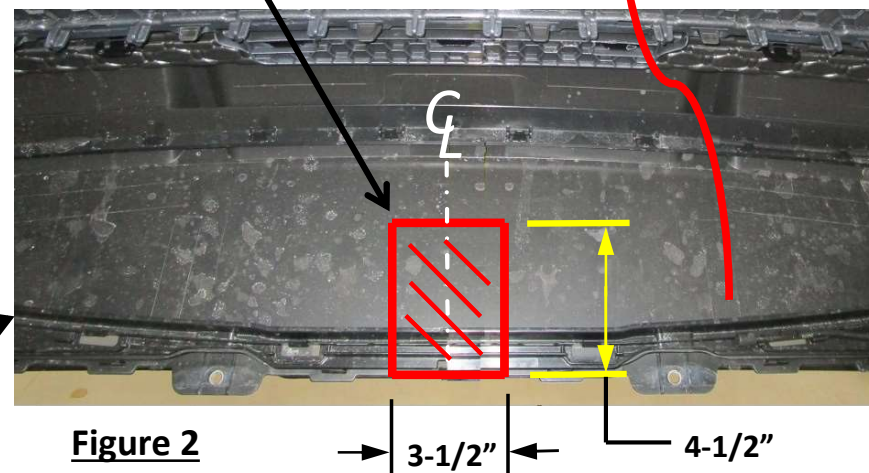

Figure 2
5. **Découpe de la bordure du pare-chocs** - À l'aide d'un mètre ruban et d'un marqueur, mesurez et marquez la bordure du pare-chocs conformément à la figure 2. À l'aide d'une scie à guichet, découper la bordure comme indiqué.
IREMARQUE IMPORTANTE: Si le fil de l'antenne du capteur est présent au centre de la bordure du pare-chocs, détachez le fil du capteur de l'intérieur de la bordure du pare-chocs et déplacez-le hors de la zone de la garniture centrale. Figure 2.